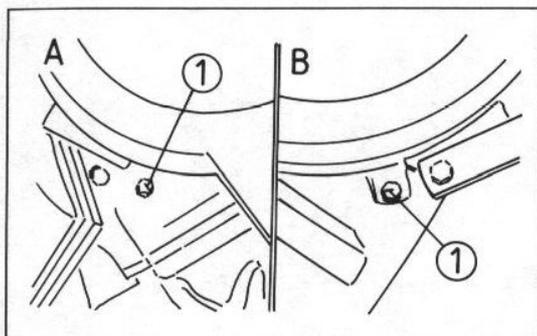

Bild 4
- Die Ablass-Schrauben an den Zylindern entfernen (Bild 4).